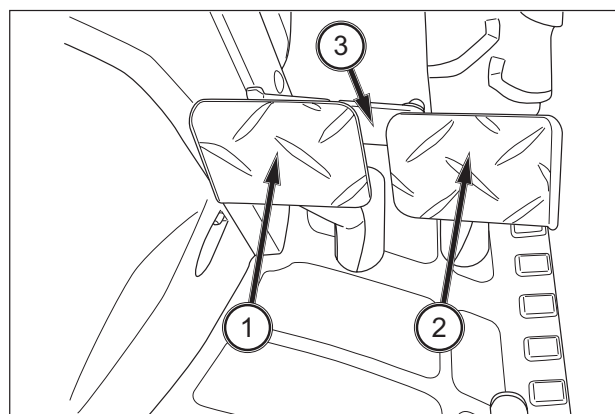

ABB. 73
**ABB. 73 und 74:** Die Bremspedale (1 und 2) können unabhängig voneinander betätigt werden, um den Traktor bei niedrigeren Geschwindigkeiten leichter bedienen bzw. bremsen zu können. Die Verzahnungsplatte entfernen und die Bremspedale situationsabhängig zum Wenden einsetzen.